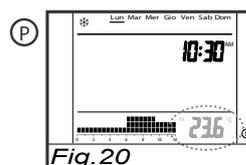

Fig. 20
- IMPOSTAZIONE LIVELLI DI TEMPERATURA: Utilizzare il tasto **S** per selezionare il livello di temperatura (**min**, **T1**, **T2**, **T3**) modificabile tramite i tasti **+** e **-**. Vedi Fig. 20. Premere **OK** per proseguire.